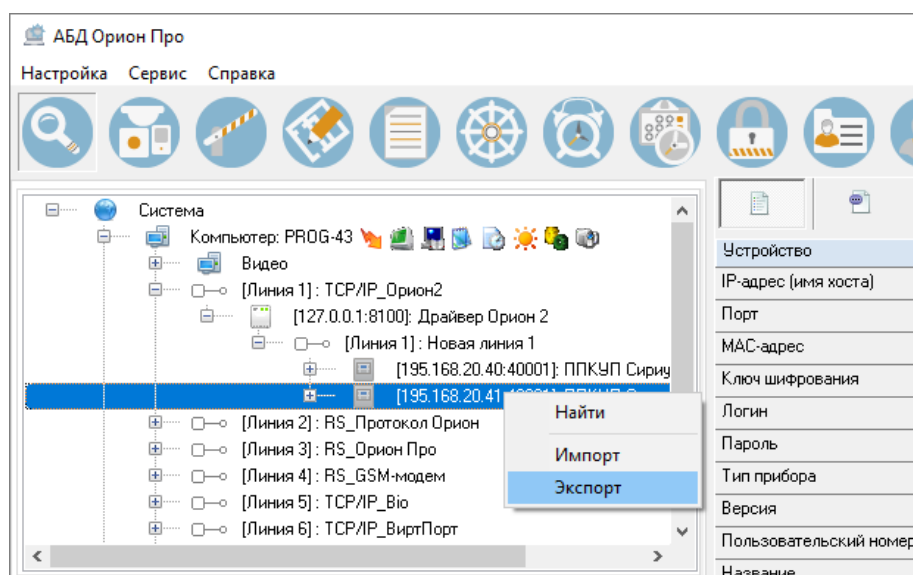

Рисунок 6-933 Инициализация экспорта конфигурации из БД в ППКУП "Сириус" через контекстное меню
- нажмите правой клавишей мыши на ППКУП «Сириус», в который необходимо экспортировать конфигурацию, после чего в появившемся контекстном меню выберите пункт «Экспорт» (см. Рисунок 6-933);